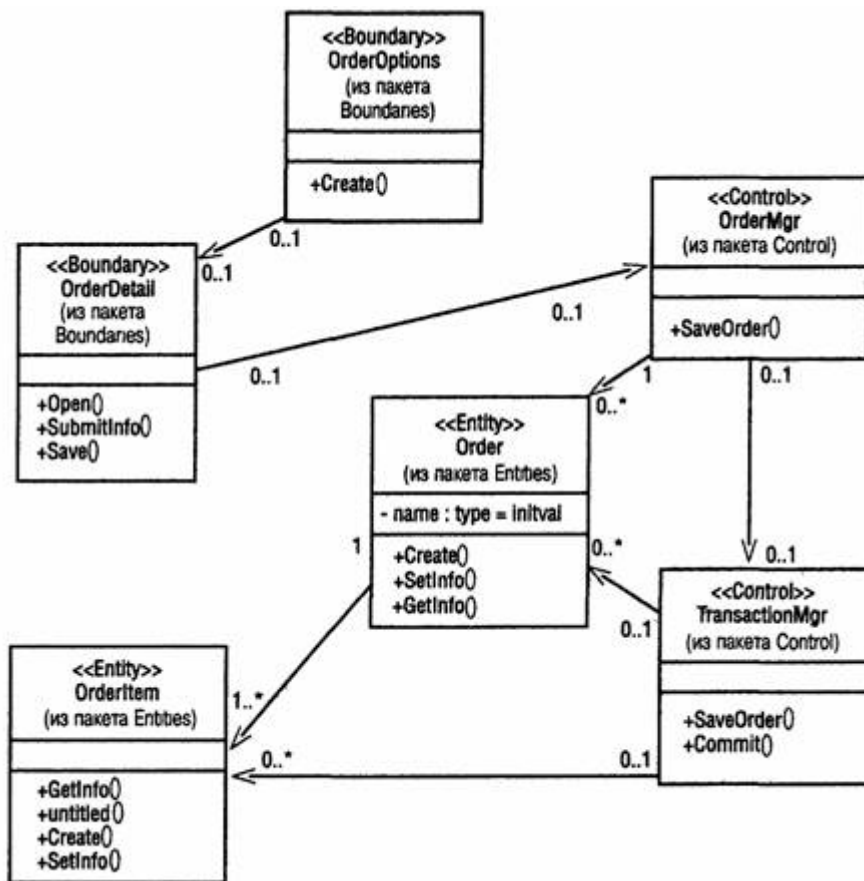

Рис. 1. Ассоциации сценария «Ввести новый заказ»
8. Повторите шаги 4 — 7, добавив на диаграмму значения множественности для остальных ассоциаций, как показано на рис. 1.